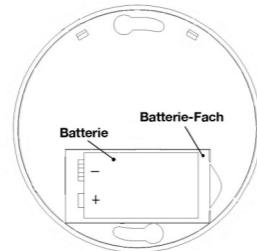

Bild 2
3. Legen Sie die neue Batterie in den Batteriehalter. Setzen Sie das Alarmteil auf. Drehen Sie es im Uhrzeigersinn ein (siehe Bild 2).